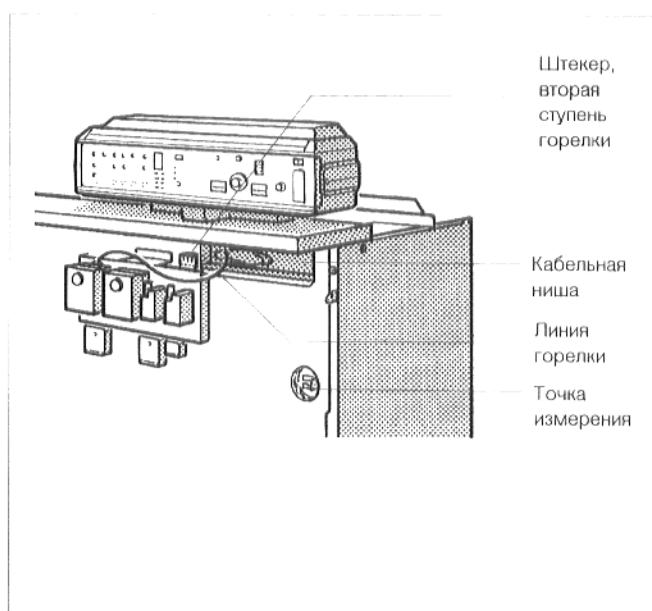

Рис. 10. Передняя сторона котла
- Проложить капиллярные трубы датчиков температуры и, при "Ecomatic"-регулировании, трубопровод датчика температуры котельной воды, через отверстие в переднем колпаке котла, из кабельной ниши (рис. 10), на переднюю сторону котла.
- Раскрутить капиллярные трубы и, при "Ecomatic"-регулировании, трубопровод датчика, пока они не достигнут точки измерения (рис. 10).
- Проложить линию горелки (рис. 10), через кабельную нишу и отверстие в переднем колпаке котла, к регулятору. Установить штекерное соединение соответственно схеме соединений.
- При двухступенчатом исполнении необходимо устраниить штекер с перемычкой, и вставить туда штекер линий горелки, второй ступени горелки (рис. 10).